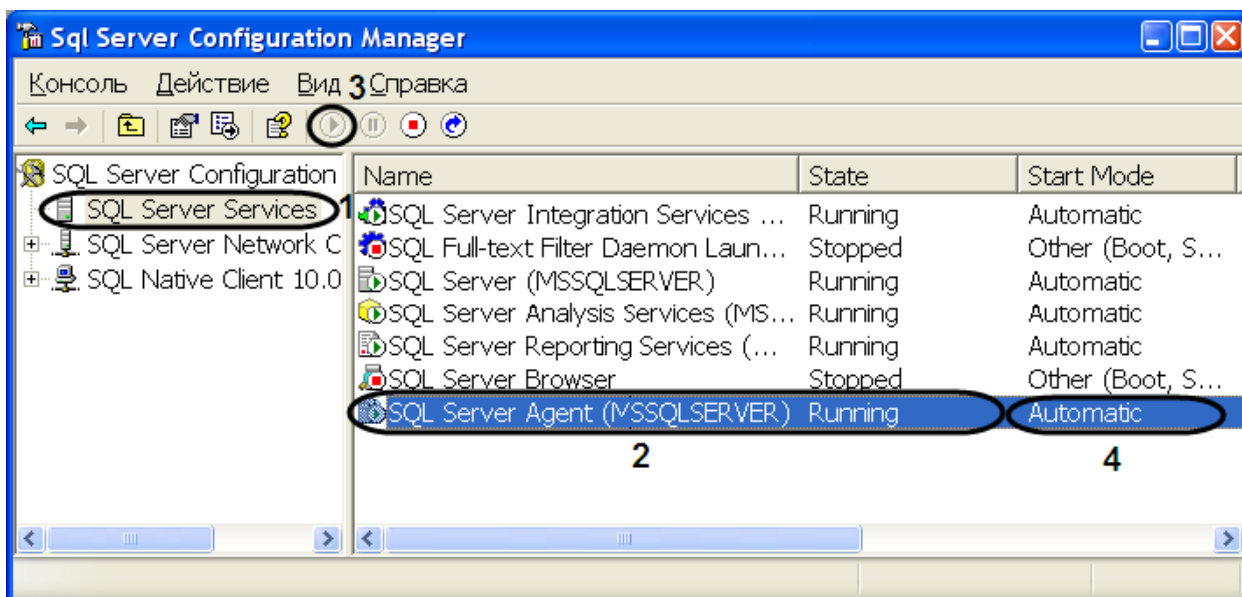

Рис. 11.3-1. Запуск "Sql Server Agent"
2. В результате выполнения данной операции откроется окно утилиты «Sql Server Configuration Manager» (Рис. 11.3-1).
3. В левой части окна утилиты «Sql Server Configuration Manager» выбрать значение «SQL Server Services» (Рис. 11.3-1, 1).
- 4.1. В том случае если служба «Sql Server Agent (MSSQLSERVER)» запущена в столбце «State» будет стоять значение «Running» (Рис. 11.3-1, 2).
4.2. В том случае если служба «Sql Server Agent (MSSQLSERVER)» не запущена, необходимо запустить ее, нажав кнопку «Play» на верхней панели управления (Рис. 11.3-1, 3).
- 5.7. В результате проделанных операций параметру «Start Mode» было присвоено значение «Automatic» (см. Рис. 11.3-1, 4).